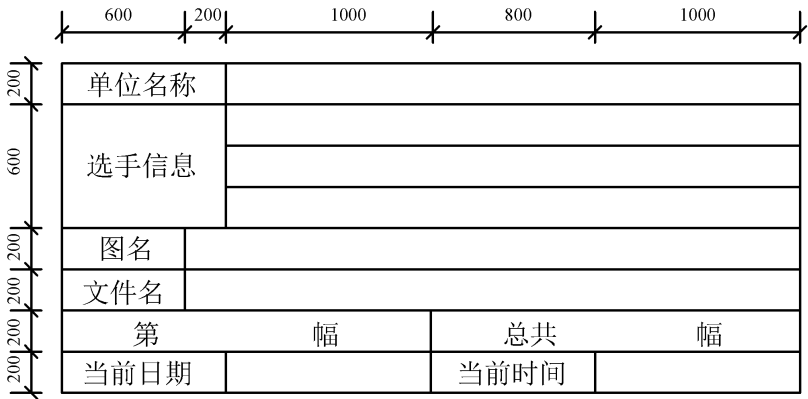

图 3
1、在原理图模板文件 muban.Schdot 中画出图 3 所示的动态标题栏，要求：设置图纸大小为 A4，水平放置，边框直线为最小号直线，文字大小为 14 磅，颜色均为黑色，字体为仿宋；（注：单位为 mil）；